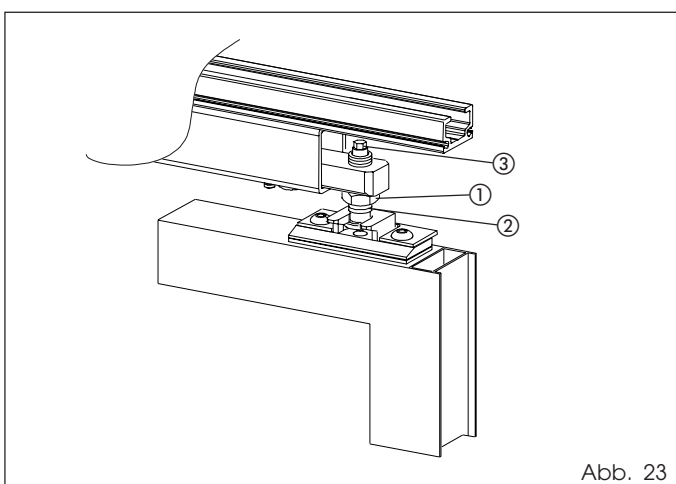

Abb. 23
Die Mutter (Abb. 23 Bez. ①) lösen und die Höhe der Panik-Entriegelung (Bez. ②) einstellen. Die Leichtgängigkeit der Auskupplung des beweglichen Flügels mit Hilfe der Sechskantschraube (Bez. ③) einstellen.